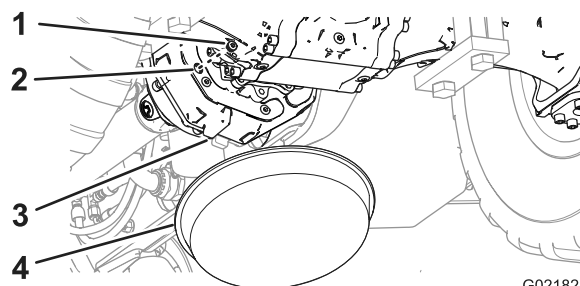

Figura 73
1. Coloque un recipiente de vaciado bajo la parte trasera de la carcasa de la transmisión (Figura 73).
2. Quite el tapón del orificio visor de la transmisión (Figura 73).
3. Observe por el orificio visor y compruebe si el nivel de aceite de la transmisión llega a la parte inferior de las roscas de la toma (Figura 73).
6. Instale el tapón con visor en el orificio visor de la caja de piñones (Figura 73)